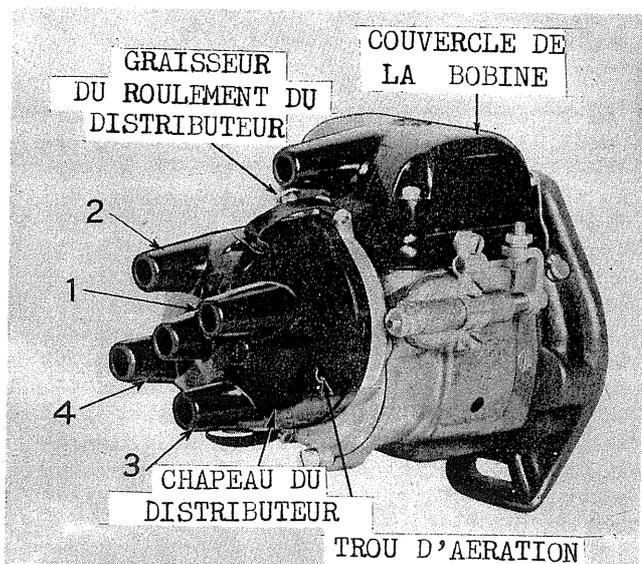

FIGURE 82 - MAGNETO H-4, COMPLETE AVEC INTERRUPTEUR DE MASSE DU TYPE A CÂBLE SOUS GAINE.
Le chapeau du distributeur doit être exempt de poussière et de saleté, à l'intérieur comme à l'extérieur, avant de remonter la magnéto. Les deux trous d'aération, (voyez la figure 82), doivent toujours être ouverts. Pour régler le doigt du rotor du distributeur par rapport aux plots du distributeur (3), figure 83, reportez-vous à la page 52 et aux figures I08 et I09. Le chapeau ne s'adapte que d'une seule façon; les trous d'aération sont toujours à la partie inférieure.
Pour avoir accès au mécanisme de rupture, enlevez le chapeau (figure 82), le rotor et le corps du distributeur. Le rotor du distributeur est ajusté très serré sur sa broche; pour l'enlever il faut appliquer un tournevis derrière le moyeu du rotor (figure 83). Ce rotor en bakélite est fragile et doit être manipulé avec soin.
Cette bobine est tout à fait semblable à celle qui équipe les magnétos F-4 et F-6. Pour enlever la bobine, enlevez d'abord le couvercle en retirant les quatre vis (voyez figure 82). Enlevez ensuite le fil primaire (9), figure 91, de la borne du condensateur en procédant de la même façon que pour enlever le condensateur (voyez page 45). Il faut ensuite enlever la bande soudée (1), figure 93, de la partie supérieure de la masse polaire. Cette bande fait office de fil de masse. En appliquant le fer à souder faites attention à ne pas trop faire chauffer la bande, et desserrez le joint à l'intérieur de la bobine; n'approchez pas non plus le fer à souder trop près de la bobine.